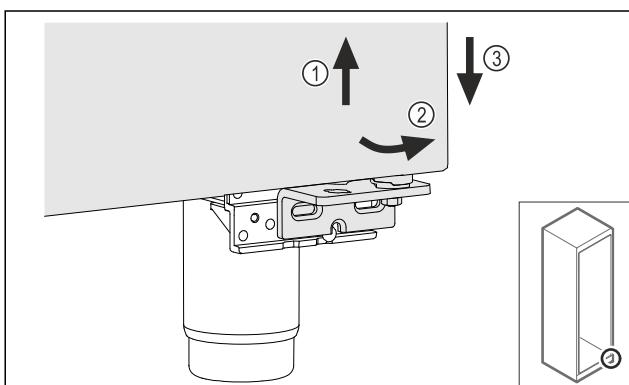

Fig. 19
- Повдигнете леко вратата Fig. 19 (1), наведете я отдолу напред Fig. 19 (2) и я спуснете Fig. 19 (3).